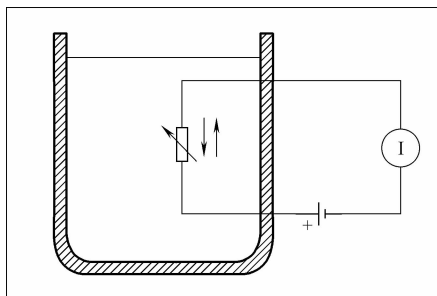

图 4-3 NTC 热敏电阻器用作温度传感器示意图
(1) NTC 热敏电阻器特性 非金属物质具有热敏电阻特性。NTC 热敏电阻器，其中的 NTC 表示“负温度系数”，其电阻值随温度升高而降低。电阻器可通过电流固有的加热特性直接加热，也可通过外源间接加热。
(2) NTC 热敏电阻器在车辆上的应用 在车辆内，NTC 热敏电阻器用于测量温度，例如冷却液、进气、车内和车外温度。(图 4-3)